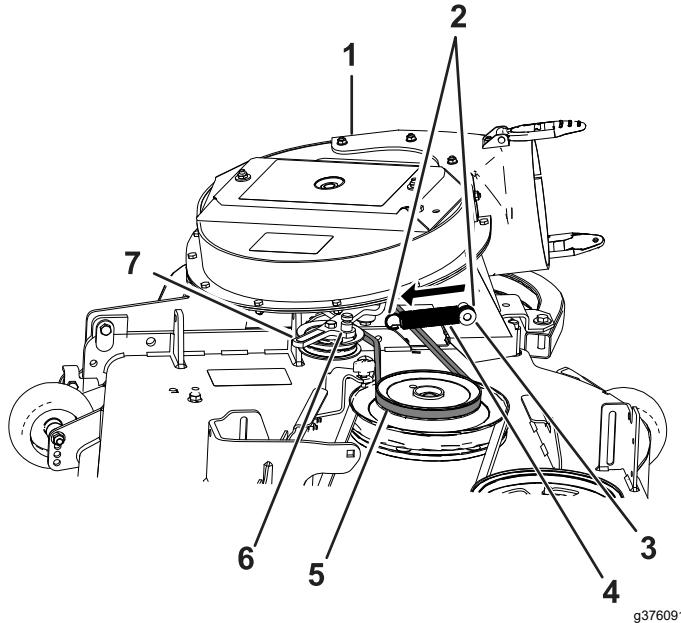

Figura 38
- Enrute la correa provisionalmente por debajo de la polea motriz (Figura 38).
- Mueva el soporte de la polea tensora hacia el anclaje fijo del muelle, e instale el muelle colocando el gancho del muelle en el anclaje del muelle (Figura 38).
- Aleje la polea tensora con muelle del anclaje fijo del muelle, y enrute la correa alrededor de la polea motriz (Figura 38).